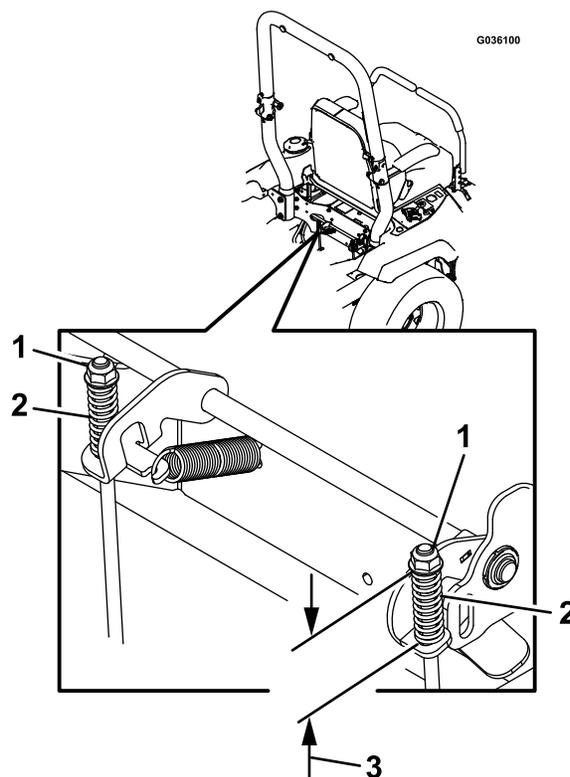

Figura 61
7. Controllate entrambe le lunghezze della molla come mostrato in Figura 61. Qualora si renda necessaria una regolazione, ruotate il dado superiore in senso orario per accorciare la molla e in senso antiorario per allungarla.